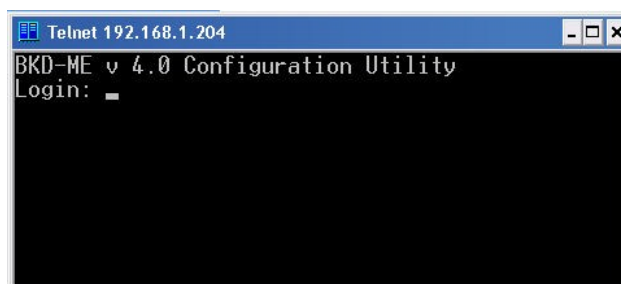

Рисунок 10
4) При установлении соединения откроется следующее окно (рисунок 10).